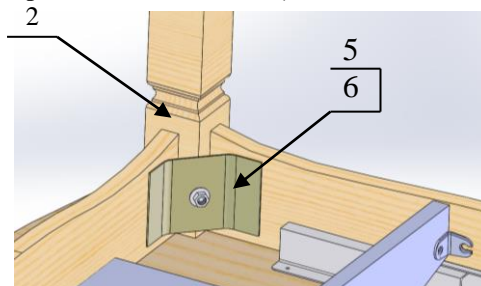

Рис. 4.
- 3.3. Установить ногу (2) на столешницу с подстольем (1), вставив шпильку (3) в отверстие уголка подстолья – рис.4.
- 3.4. Закрепить ногу (2) посредством гайки (6) через шайбу (5) – рис.4.
- 3.5. После скрепления всех четырех ног (2) аккуратно перевернуть стол – рис.4.